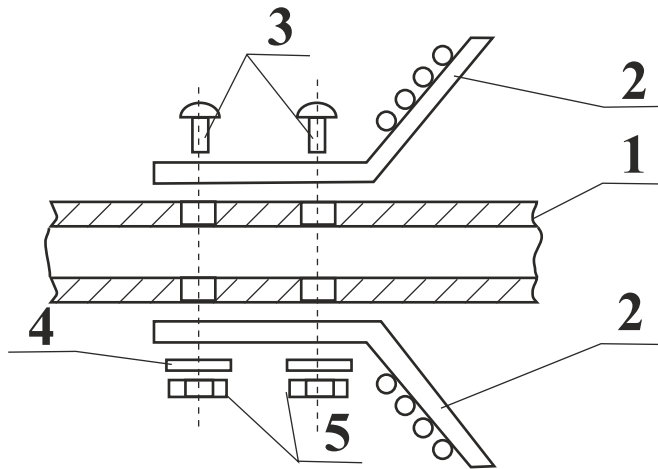

Рис.2 Схема сборки и установки комплекта рефлекторов «DeLuxe»
6.5 Установить и закрепить на траверсе (1) угловой рефлектор (8) винтами (3), гайками (5), шайбами согласно Рис. 2.